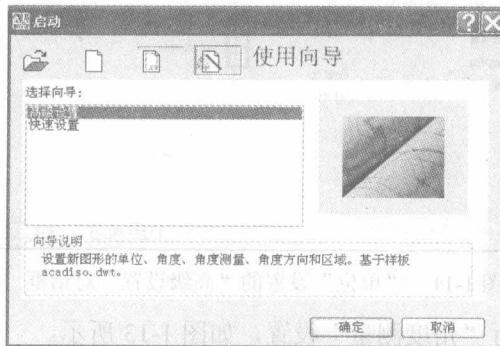

图 1-8 “启动”对话框
- ① 在命令行输入“STARTUP”命令，按〈Enter〉键。
- ② 命令行提示：输入 STARTUP 的新值<0>：输入“1”，按〈Enter〉键。
- ③ 重新启动 AutoCAD 2008，系统会首先打开“启动”对话框，如图 1-8 所示。
单击此图标，在对话框的“选择向导”列表框中列出两个选项：“高级设置”和“快速设置”，如图 1-8 所示。下面着重介绍“使用向导”的操作。